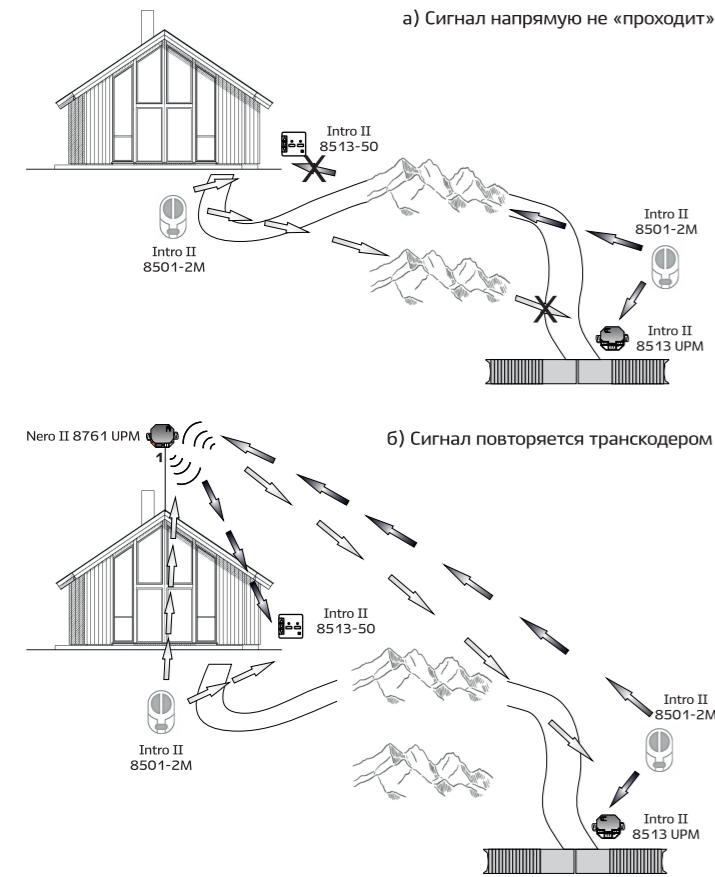

Рис. 5 - Пример реализации режима ретрансляции по радиоканалу Intro II
5. Установить на транскодере Nero II 8761 UPM режим 5 (рис. 5).